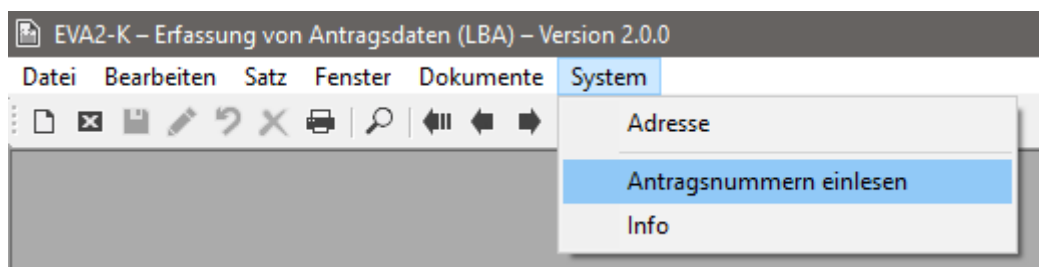
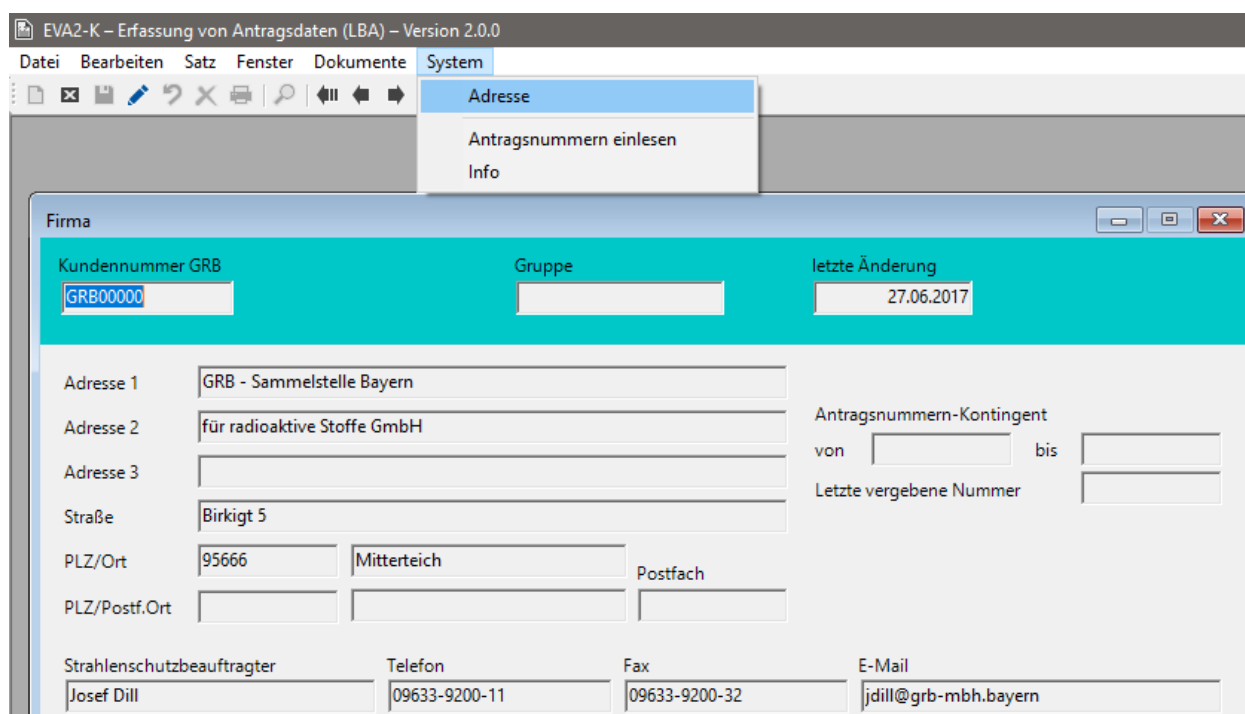

Abbildung 2.1: Import von Stammdaten und Nummernkontingent.
Abbildung 2.2: Adress-Fenster mit Kundenstammdaten und zugeteiltem Nummernkontingent.
2. Im Funktionsmenü unter **System** den Punkt **Antragsnummern einlesen** auswählen (Abbildung 2.1).
Auf der rechten Seite des Adress-Fensters (Abbildung 2.2) werden das zugeteilte Nummernkontingent für die Anträge sowie die zuletzt vergebene LBA-Nummer angezeigt. Diese Werte können nicht verändert werden.
Im Menübereich System (Abbildung 2.1 und Abbildung 2.2) können allgemeine Funktionen für die Initialisierung (**Antragsnummern einlesen**, Kapitel 2.5), Bearbeitung der eigenen Adresse (**Adresse**, Kapitel 2.5) sowie Programminformationen (**Info**) aufgerufen werden.